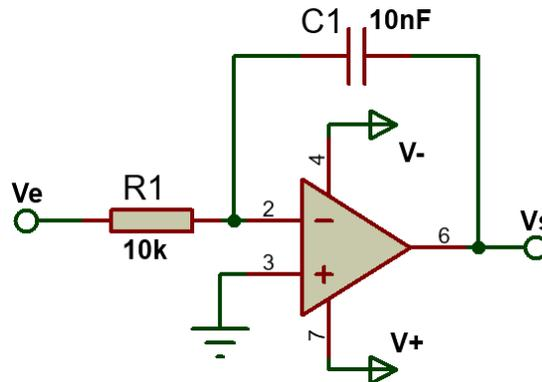
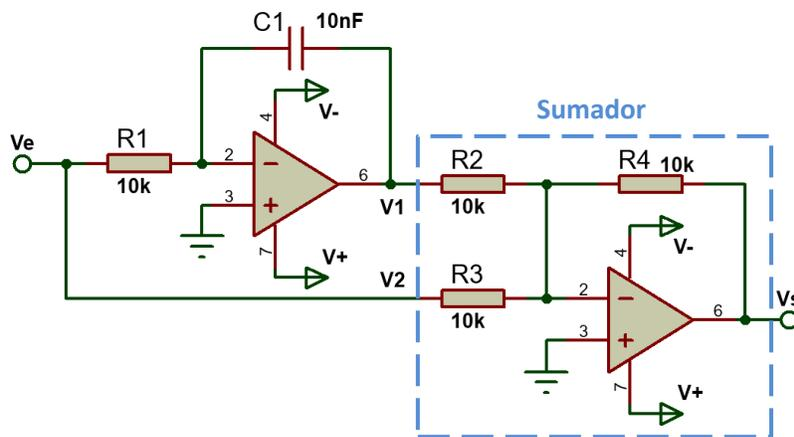

Figura 3.13. Circuito amplificador integrador.
Figura 3.15. Circuito amplificador sumador de dos entradas.
11. Arme el circuito amplificador integrador mostrado en la figura 3.13 teniendo cuidado de conectar los voltajes de polarización en las terminales indicadas.
16. Remueva el potenciómetro para obtener nuevamente el circuito de la figura 3.13, arme el circuito de la figura 3.15 que está formado por el amplificador integrador y un amplificador sumador de dos entradas.